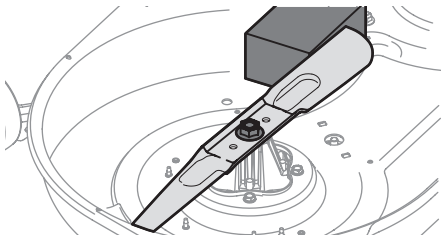

Figure 46
2. Placez un morceau de bois entre le boîtier du plateau de coupe et la lame de coupe pour empêcher tout mouvement. Voir Figure 46.
3. Placez un morceau de bois entre le boîtier du plateau de coupe et la lame de coupe pour empêcher tout mouvement. Voir Figure 46 à la page 106.